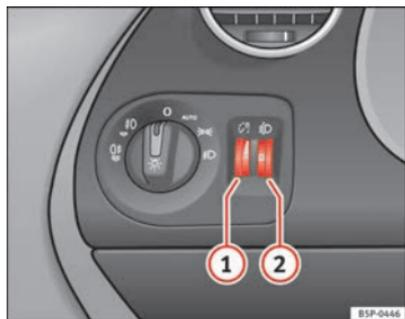

Fig. 74 Painel de instrumentos: reguladores da iluminação dos instrumentos, dos comandos do alcance dos faróis
Com a luz acesa, é possível regular a intensidade da iluminação dos instrumentos e dos interruptores, rodando a roda recartilhada ⇒ fig. 74 ①.